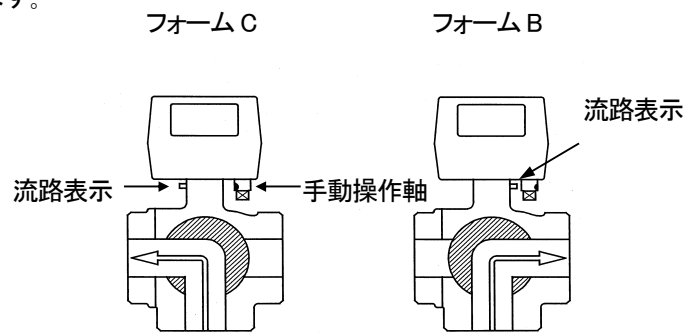

図 34
- ① 手動操作はモンキーレンチ等を使用します。
- ② アクチュエータ下部の手動操作軸(口5.7)をモンキーレンチ等でゆっくり回します。
- ③ フォーム C からフォーム B(図 34) 操作軸をアクチュエータ上部から見て反時計回り方向に約 630° (1.75 回転)回すと、バルブはフォーム C からフォーム B に流路を変更します。また、流路表示も図 34 のとおり左から右に移動します。
- ④ フォーム B からフォーム C 操作軸をアクチュエータ上部から見て時計回り方向に約 630° (1.75 回転)回すと、バルブはフォーム B からフォーム C に流路を変更します。また、流路表示も右から左に移動します。